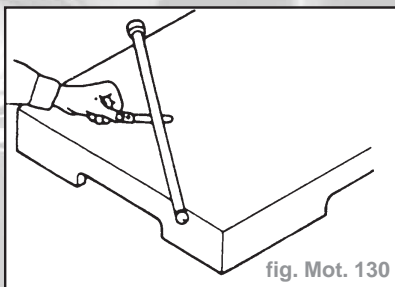

fig. Mot. 130
- Contrôler le gauchissement des tiges de culbuteur, à l'aide d'une plaque d'étalonnage et jauges d'épaisseur (fig. Mot. 130).